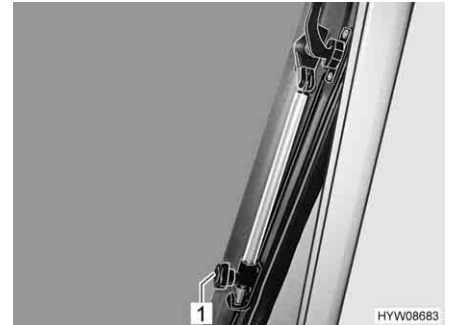

Fig. 36 Deflettore a rotazione (lucernario)
- Aprire il lucernario fino alla posizione desiderata e fissarla mediante il pomello zigrinato (Fig. 36,1).
- Ruotare il pomello zigrinato (Fig. 36,1) fino a che l'arresto viene sbloccato.